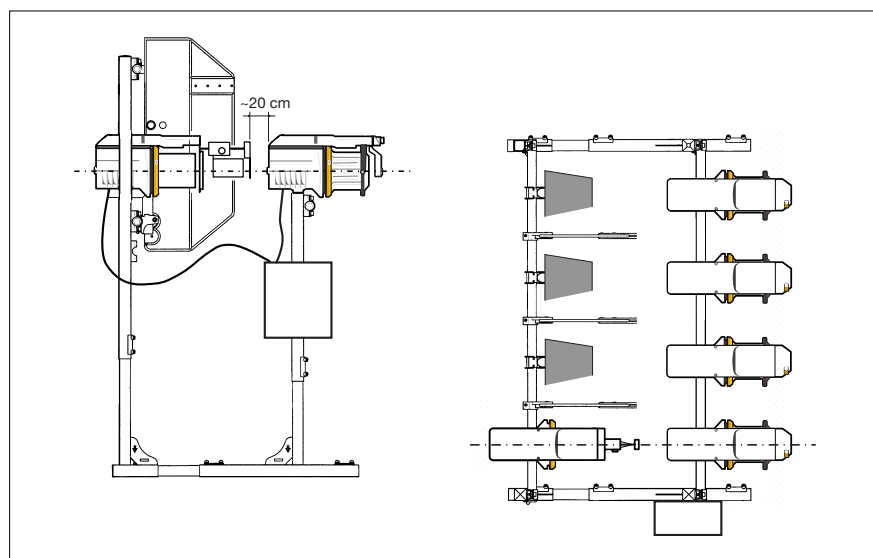

fig. 2
3. Utilizando el segundo soporte "A", instalar el Low Twist sobre la brida "B" y alinearlos con el prealimentador situado al frente (fig. 2).